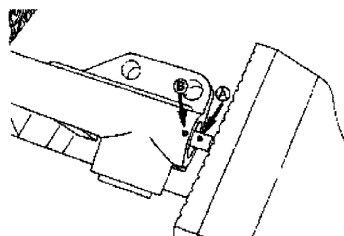

图 4-55 用台虎钳夹紧张紧器
2) 用带有软钳口的台虎钳夹紧自动张紧器，如图 4-55 所示。